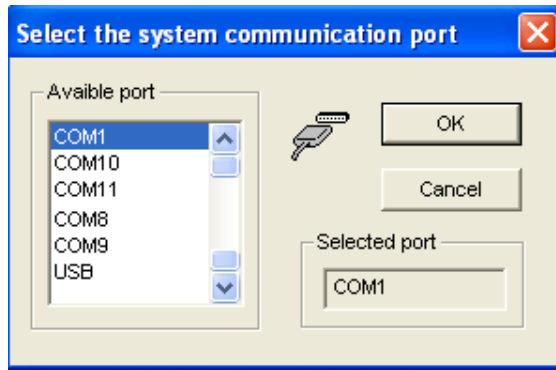

Рисунок 7 – Выбор COM или USB порта.
2.3.8 В отобразившемся диалоговом окне (см. Рисунок 7) выберите последовательный порт ПК или порт USB, к которому подсоединен принтер (в примере COM1), и нажмите на кнопку «OK».